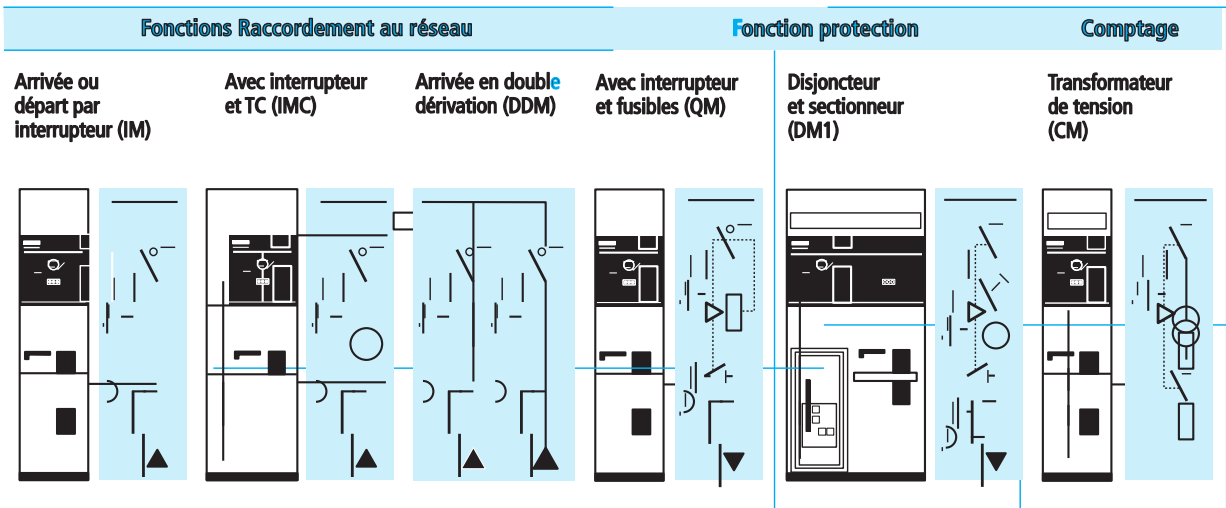

Fig. 8 : Exemples de cellules HTA (Schneider Electric).
- cellule de protection BT (fusible + interrupteur ou disjoncteur) (fig. 8)